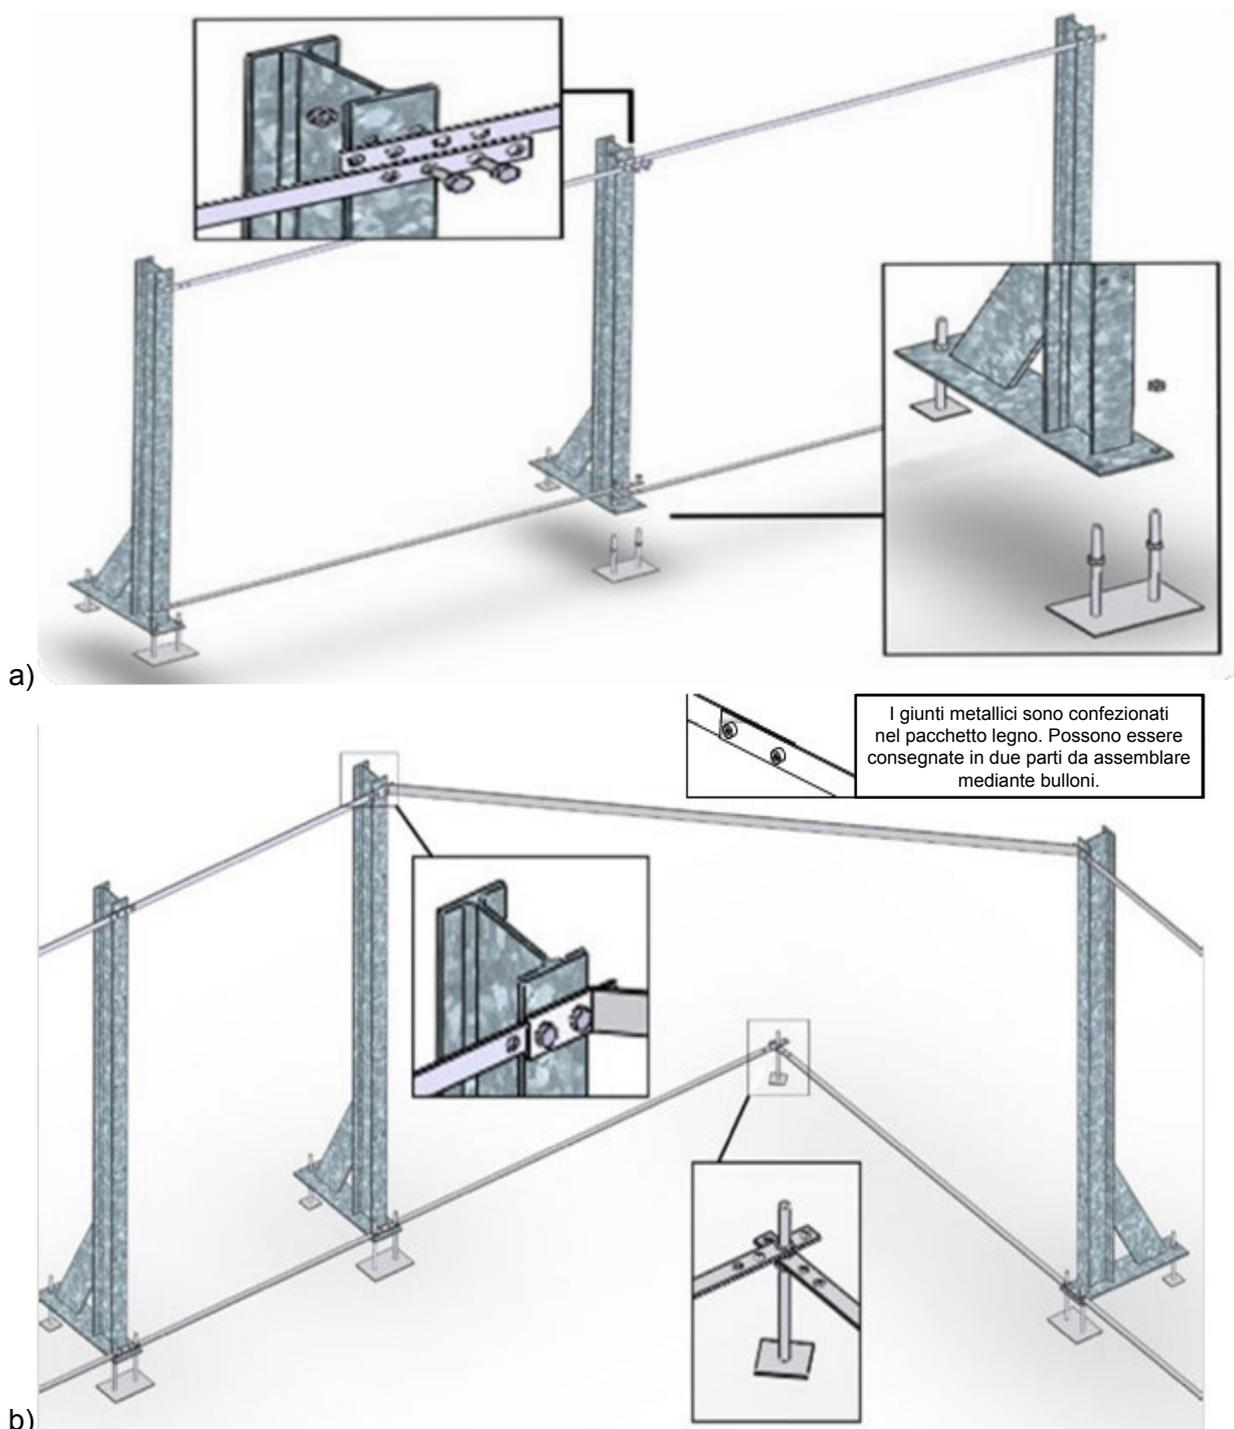

Figura 3 – a e b – Assemblaggio dei giunti sui pali di fondazione
La struttura metallica di rinforzo è costituita da pali tenuti tra loro da placche nella parte bassa e nella parte alta (Figura 3). Osservare come queste parti si sovrappongono per consentire il corretto posizionamento della struttura. I giunti alti saranno smontati una volta completata la colata della platea.
Installare i pali di fondazione in ciascuna delle 8 posizioni, dopo averle pre-attezzate con martinetti (Figura 3). Utilizzare 8 cilindri doppi e 12 cilindri singoli e 56 dadi di diametro 10 mm (sacchetto A), i dadi superiori devono essere montati dopo aver regolato l'altezza dei dadi inferiori.
Questi pali sono collegati tra loro nella parte bassa da 12 piastre (B) da 1,6 m bloccate in 2 punti. Lo scarto tra ciascun palo è determinato da tali piastre: deve essere di 1,5 m. Nella parte alta, sono collegati da 4 piastre (B) da 1,6 m (identiche alle piastre di collegamento nella parte bassa) e da 4 piastre (C) da 2,253 m negli angoli (viteria del sacchetto X, cfr *Figura 3*).
Le piastre presentano quattro fori alle estremità. Nella parte bassa si utilizzeranno le forature esterne per fissarle, mentre nella parte alta si utilizzeranno le forature interne (*Figura 3*).